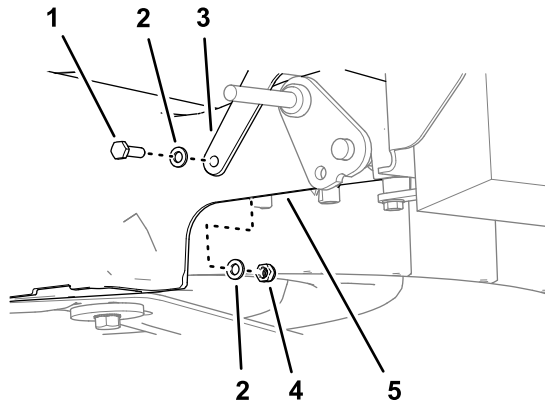

Figura 13
2. Montate il braccio della spazzola sul piatto di taglio (Figura 13) utilizzando un bullone senza dado (6 x 20 mm), 2 rondelle (6 mm) e un dado di bloccaggio (6 mm).